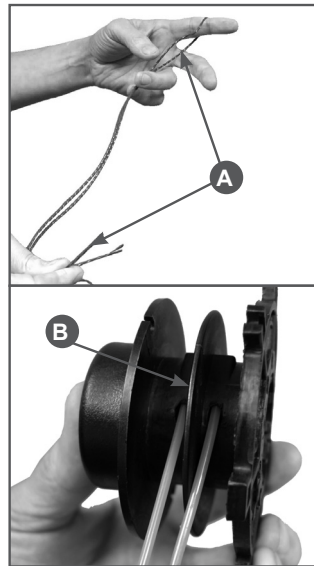

Рис. 20 Подготовка корда
- Отрежьте корд длиной примерно 4 м. Сложите его вдвое и выровняйте концы (Рис.20А). Свободные концы корда загните и вставьте в отверстия в катушке (Рис.20В).